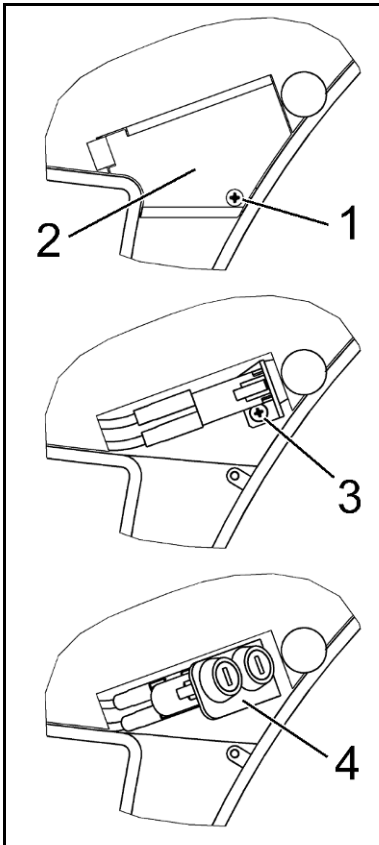

Abb. 22: Sicherungen wechseln
1. Schraube (Abb. 22/1) lösen und Abdeckung (2) abnehmen.
2. Schraube (3) lösen und Sicherungshalter (4) herausziehen.
3. Sicherungshalter (4) mit einem Schlitzschraubendreher öffnen und kaputte Sicherungen durch neue ersetzen (Spezifikation der Sicherungen siehe Kapitel 4, Seite 9).
4. Sicherungshalter (4) wieder schließen und montieren.
5. Abdeckung (2) wieder montieren.